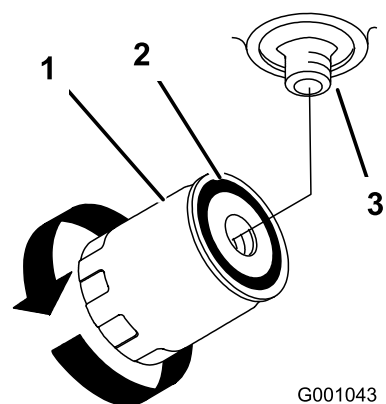

Figura 53
4. Aplique una capa fina a la junta de goma del filtro nuevo (Figura 53).
6. Llene el depósito de aceite hidráulico con aceite hidráulico hasta que éste rebose por encima del filtro, gire el filtro en el sentido de las agujas del reloj hasta que la junta de goma entre en contacto con el adaptador del filtro, luego apriete el filtro media vuelta más (Figura 53).